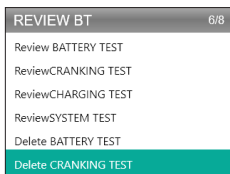

図 5.1.4
4. BT を検査して [OK] を押します。画面に 8 つの選択肢が表示されます（図 5.1.4 を参照）。これは、バッテリーテスト、開始のテスト、充電テスト、およびシステムテスト結果の確認が含まれます。